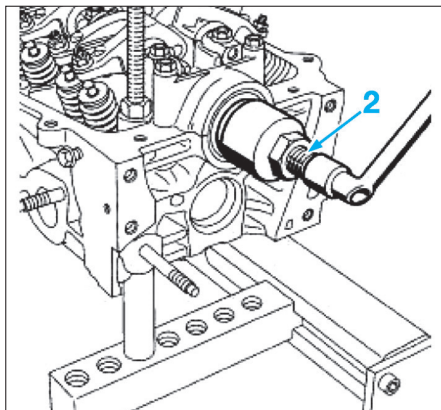

Fig. 39
- Serrer la vis (2) à l'aide de l'extracteur [2] (Fig.39).